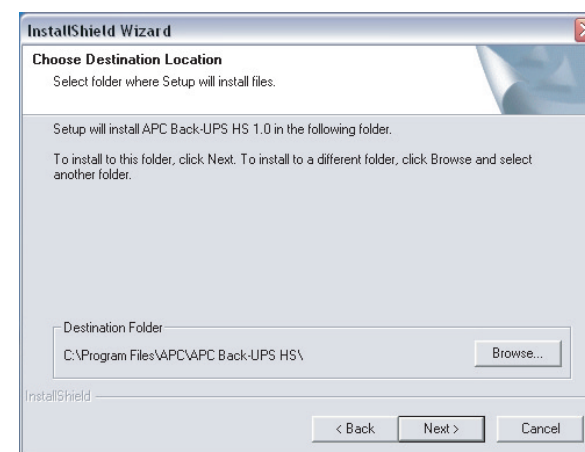
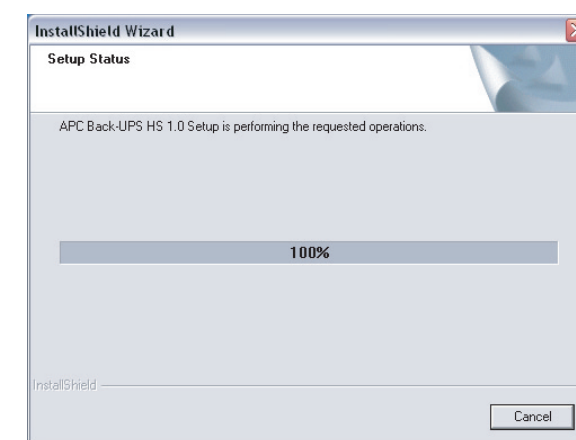

Рисунок 4. Окно выбора директории установки ПО
Рисунок 5. Окно состояния установки
5. Затем программа инсталляции выведет на дисплей окно **Выбора директории установки (Choose Destination Location)** (Рис. 4). Чтобы отыскать место для установки ПО выберите опцию **Browse (Обзор)**. Для выбора директории установки по умолчанию – просто нажмите кнопку **Next (Далее)**. При этом на дисплее появится окно **Состояния установки (Setup Status)** (Рис. 5). Для прекращения установки программы нажмите кнопку **Cancel**.